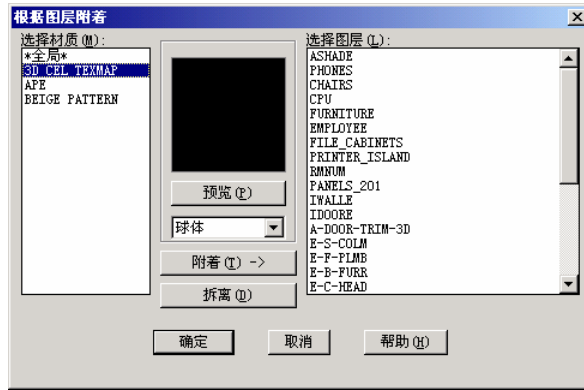

图 6-42 根据图层附着材质
(5) 在“材质”对话框中，单击“随图层”按钮，在弹出的对话框中可以根据图层附着材质，如图 6-42 所示。